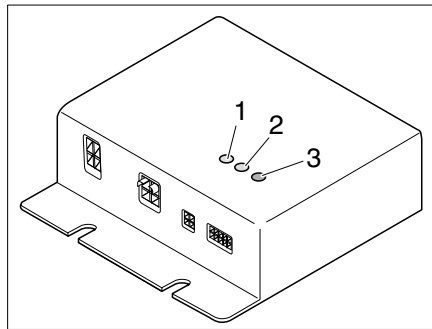

Fig. 313 Apparato di regolazione
L'apparecchio di regolazione (Fig. 313) è integrato nell'armadio guardaroba. Le spie di controllo sull'apparecchio di regolazione hanno il seguente significato:
- LED di controllo (Fig. 313,1) CR1 acceso in verde: il circuito di riscaldamento 1 è in funzione
- LED di controllo (Fig. 313,2) CR2 acceso in verde: il circuito di riscaldamento 2 è in funzione
- LED di segnalazione errori (Fig. 313,3)